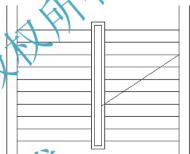

图 2.120 延伸斜线下端至扶手外侧
(2) 用【延伸】命令（快捷键 EX），将斜线下端延伸至扶手的外侧，结果如图 2.120 所示。